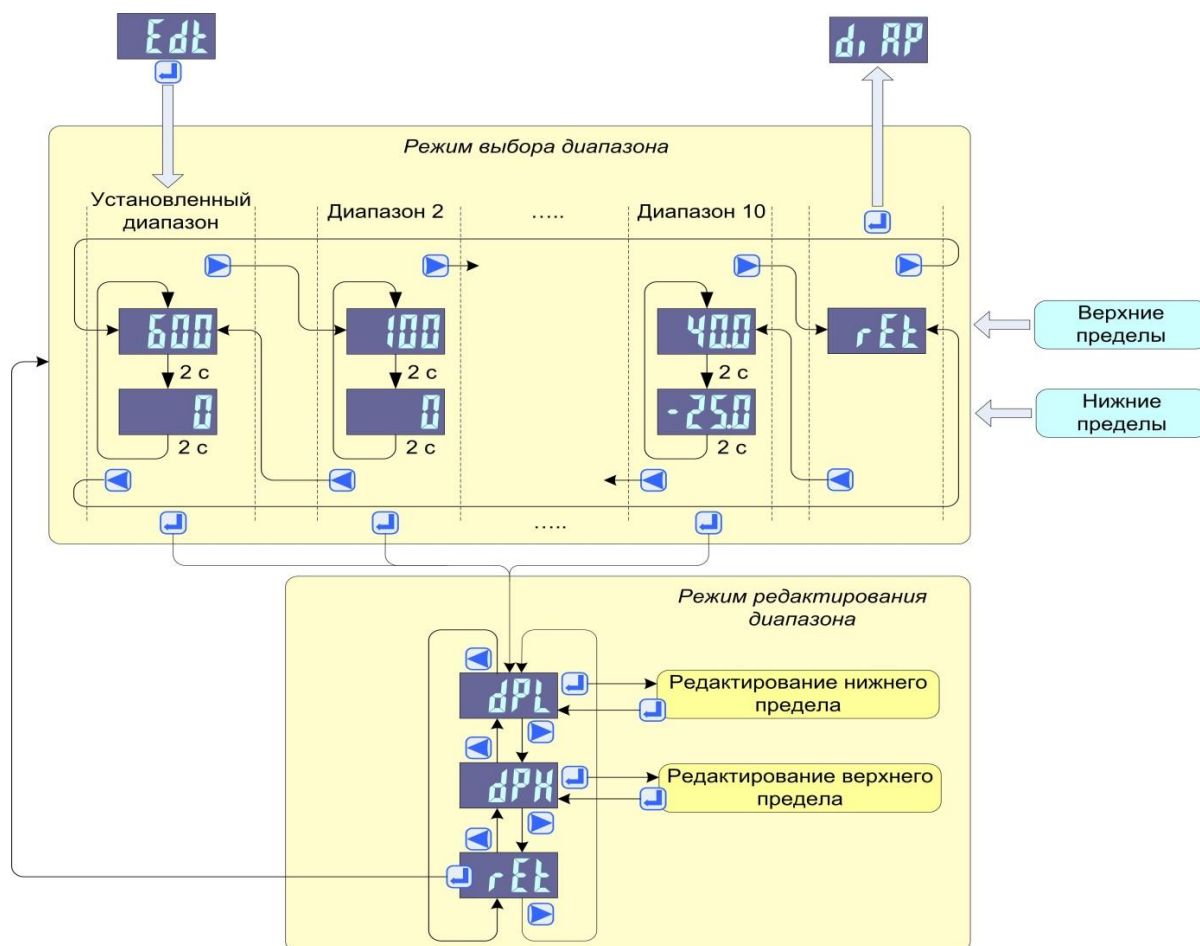

Рисунок 2.24
- выбрать пункт «Edt» и нажать кнопку «», в результате прибор перейдет в режим выбора одного из десяти диапазонов (см. рисунок 2.24), при этом на основном индикаторе высветится значение верхнего предела текущего диапазона, а через две секунды – нижнего, еще через две секунды – снова верхнего и т.д.
- «» («») – переход к следующему (предыдущему) диапазону, при этом высвечивается значение верхнего предела (см. рисунок 2.24);
- выбрать требуемый диапазон и нажать кнопку «», в результате программа перейдет в режим редактирования выбранного диапазона (см. рисунок 2.24);